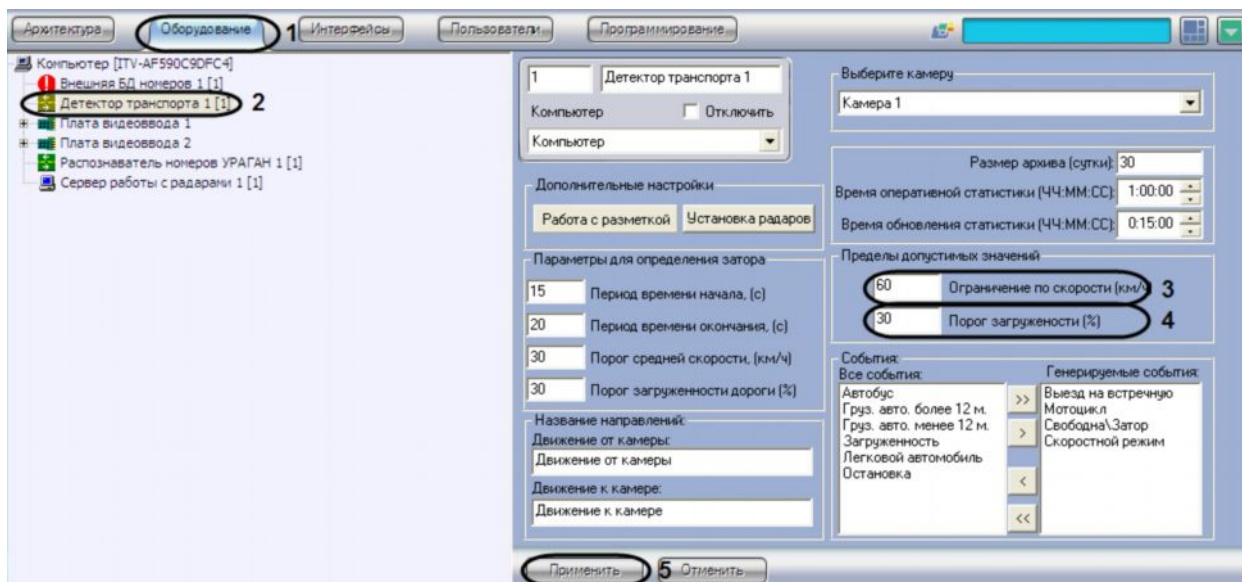

Рис. 7.5.13-1 Назначение пределов допустимых значений для параметров движения транспортных средств
1. В диалоговом окне «Настройка системы» перейти на вкладку «Оборудование» (см.Рис. 7.5.13-1,1).
2. В дереве объектов на вкладке «Оборудование» выбрать объект «Детектор транспорта», соответствующий настраиваемому программному модулю «Детектор транспорта» (см.Рис. 7.5.13-1, 2). В правой части вкладки «Оборудование» отобразится панель настройки выбранного объекта.
3. Указать максимально допустимую скорость движения транспортных средств (см.Рис. 7.5.13-1, 3).
4. Указать допустимое значение загруженности дороги (см. Рис. 7.5.13-1, 4).
5. Нажать кнопку «Применить» (см. Рис. 7.5.13-1, 5).